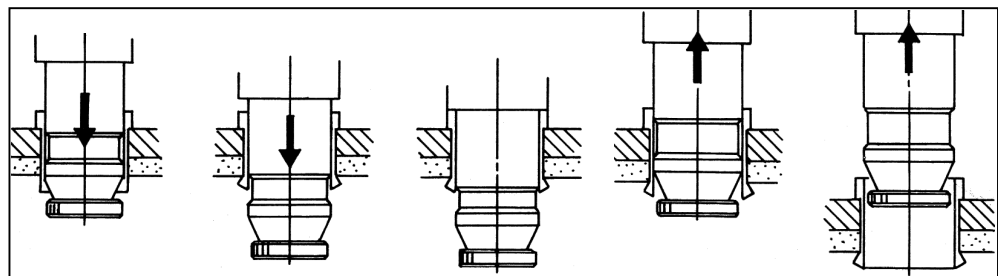

図2
- ②送りレバーを持ち、左に回す。送りレバーの感触で、(図2)